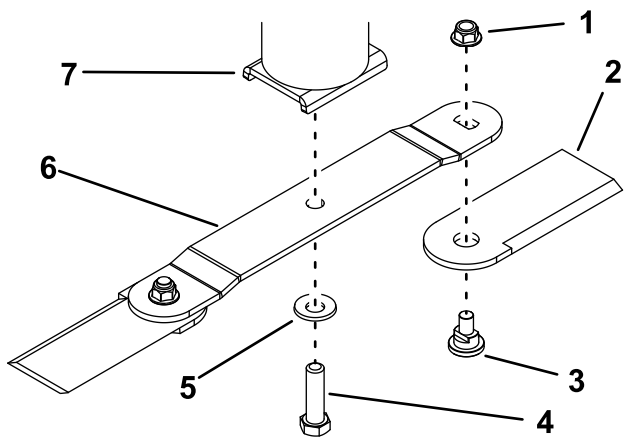

Рисунок 38
2. Выверните болт ножа, снимите изогнутую шайбу и нож с крепления ножа в нижней части чаши шпинделя в сборе (Рисунок 38).
Если нож не сбалансирован, удалите некоторое количество металла только с задней стороны ножа (противоположной режущей кромке) (Рисунок 38).
1. Прикрепите нож к чаше шпинделя в сборе с помощью болта ножа и изогнутой шайбы (Рисунок 38).
3. Чтобы установить только шарнирные ножи, прикрепите каждый шарнирный нож к концу ножа с помощью болта и новой гайки для каждого шарнирного ножа (Рисунок 38). Затяните гайку с моментом от 103 до 127 Н·м.